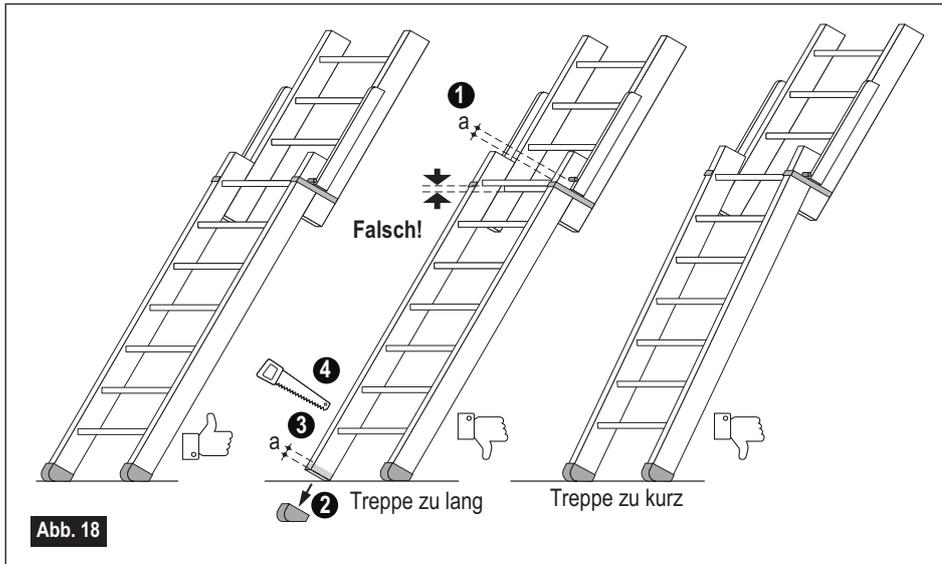

Abb. 18
Ist die Treppe zu kurz? (Abb.18 rechts)
Ist die Treppe zu lang? (Abb.18 Mitte)
- Messen Sie den Abstand zwischen den Knöpfen/Anschlagnocken und den Eisen-/Treppenholmführungen. Diese Abmessung sägen Sie an der Unterseite ab (Endkappen zuerst abnehmen). Abb. 18 Mitte, Schritten 1 bis 4.